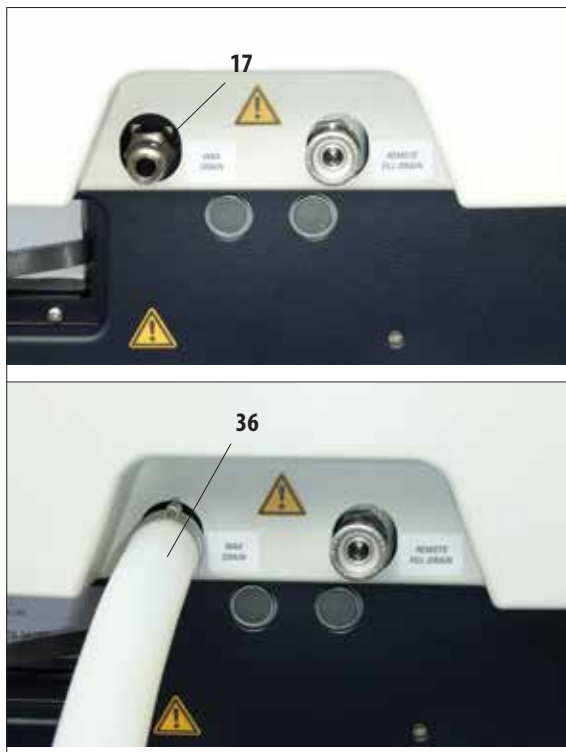

图 55
- 将石蜡排液软管 (36) 连接至仪器正面的石蜡排液管口 (17) (图 55) 并导入一个合适的收集容器。